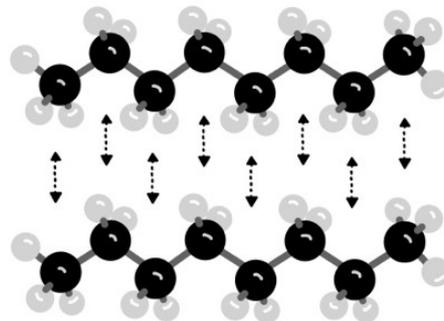

Abbildung 3: Van-der-Waals-Wechselwirkungen zwischen Benzin-Molekülen
*Je **kürzer** die Kohlenwasserstoffketten sind, desto **weniger Van-der-Waals-Wechselwirkungen** bilden sich zwischen den Molekülen, d.h. sie halten weniger gut zusammen, darum laufen sie schneller aus der Pipette aus, d.h. sie zeigen eine **geringere Viskosität**. Vgl. Abb.3*